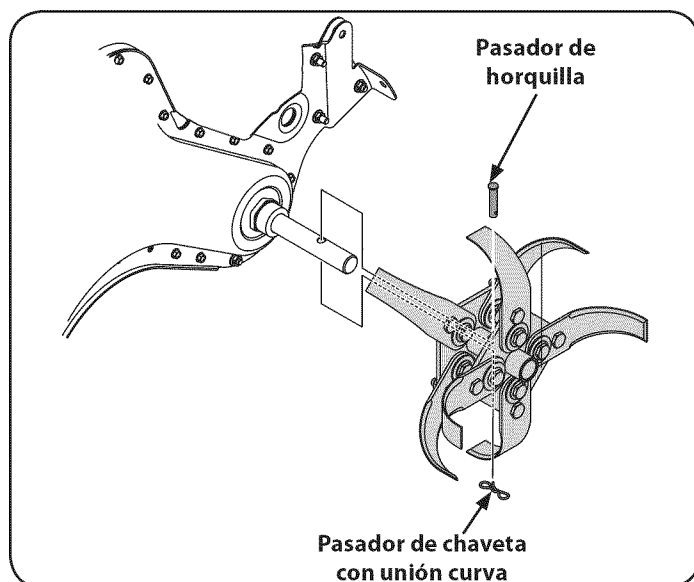

Figura 30
3. Para retirar un conjunto de dientes, simplemente saque el pasador de chaveta con unión curva que sujeta el pasador de horquilla. Vea la Figura 30.